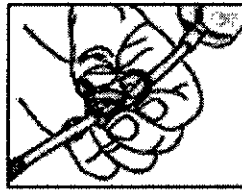

Figura 19
1. Cierre la pinza situada debajo de la cámara de presión (figura 19). Cuando hay programada otra intervención quirúrgica en el mismo día, deje colocado el tubo de entrada.